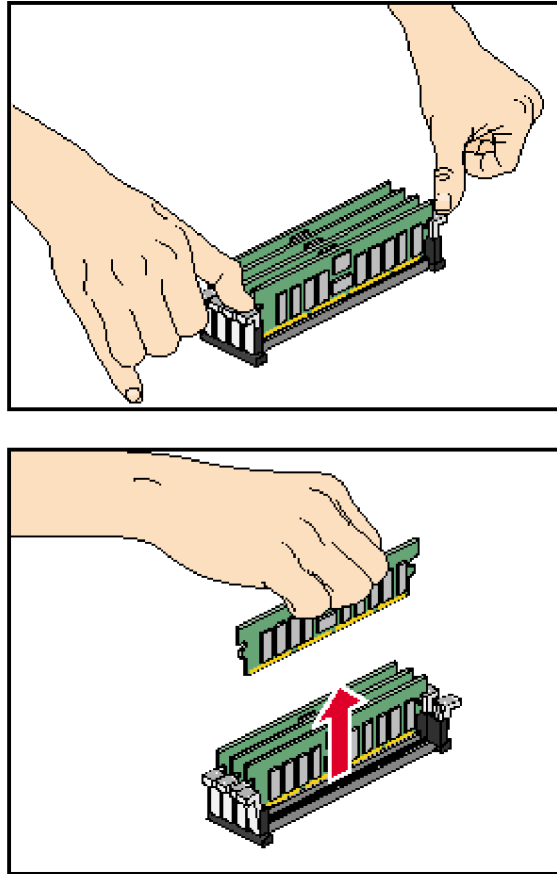

Figure 6-11 **Enlèvement d'un module DIMM**
- a. Poussez vers l'extérieur et le bas les deux loquets d'éjection (situés à chaque extrémité (de la prise DIMM) pour dégager le module de son connecteur, reportez-vous à la figure 6-11 à la page 117.